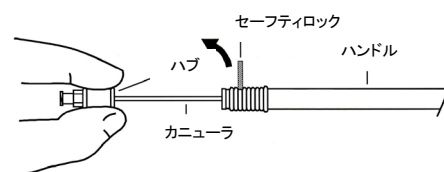

図 4
- ① イントロデューサカテーテルの近位部を可能な限り直線状にし、ハンドルを安定した位置に保持する。
- ② ステントの展開はエックス線透視下で行うこと。
- ③ ハンドルアセンブリのハブをしっかりと保持し、ステント留置前に赤いセーフティロックを外す(図 4)。